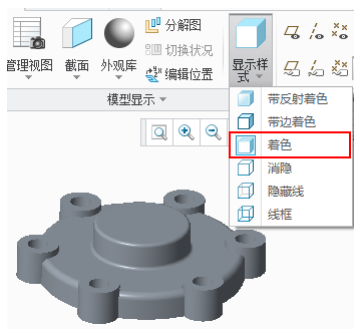

图 1-26 “着色”样式
- 着色：模型表面为灰色，部分表面有阴影感，所有的边线不可见，效果如图 1-26 所示。